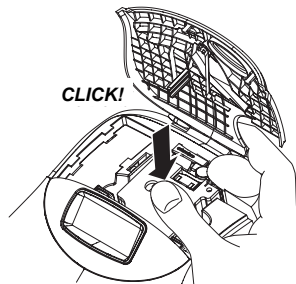

Figura 5
5. Presione con firmeza hasta que el cartucho haga clic en la posición correcta. Véase Figura 5.
4. Introduzca el cartucho con la cinta colocada entre el cabezal de impresión y el rodillo de presión. Véase Figura 5.